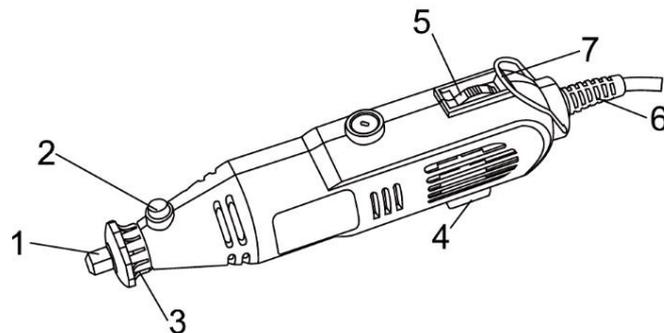

РИСУНОК 1.1. УСТРОЙСТВО ИНСТРУМЕНТА.
1. Заблокируйте вращение шпинделя, нажав на клавишу блокировки «2» (рисунок 1.1.).